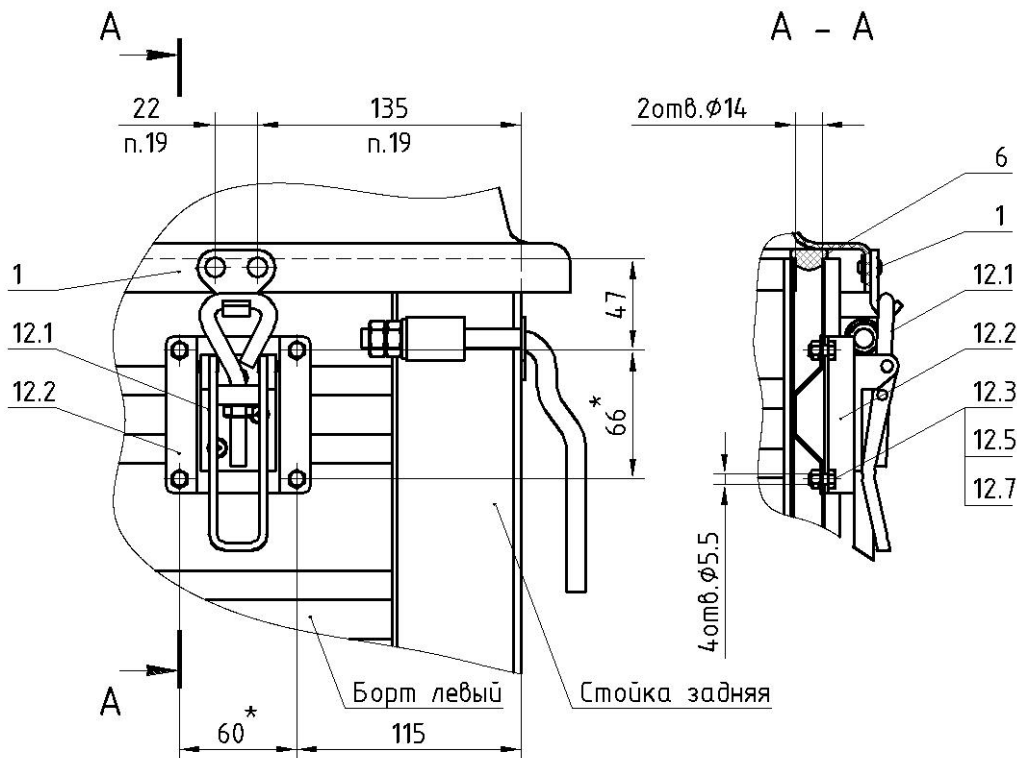

Рисунок 4.
17. Просверлить отверстия $\varnothing 5.5\text{мм}$ под замки 12, используя подставку замка 12.2 как шаблон, на расстоянии 115мм от задней стойки и 47мм от верхнего края борта (рис. 4).
19. Просверлить по два отверстия $\varnothing 14\text{мм}$ по центру верхней полке левого и правого бортов прицепа, как показано на рис.4.